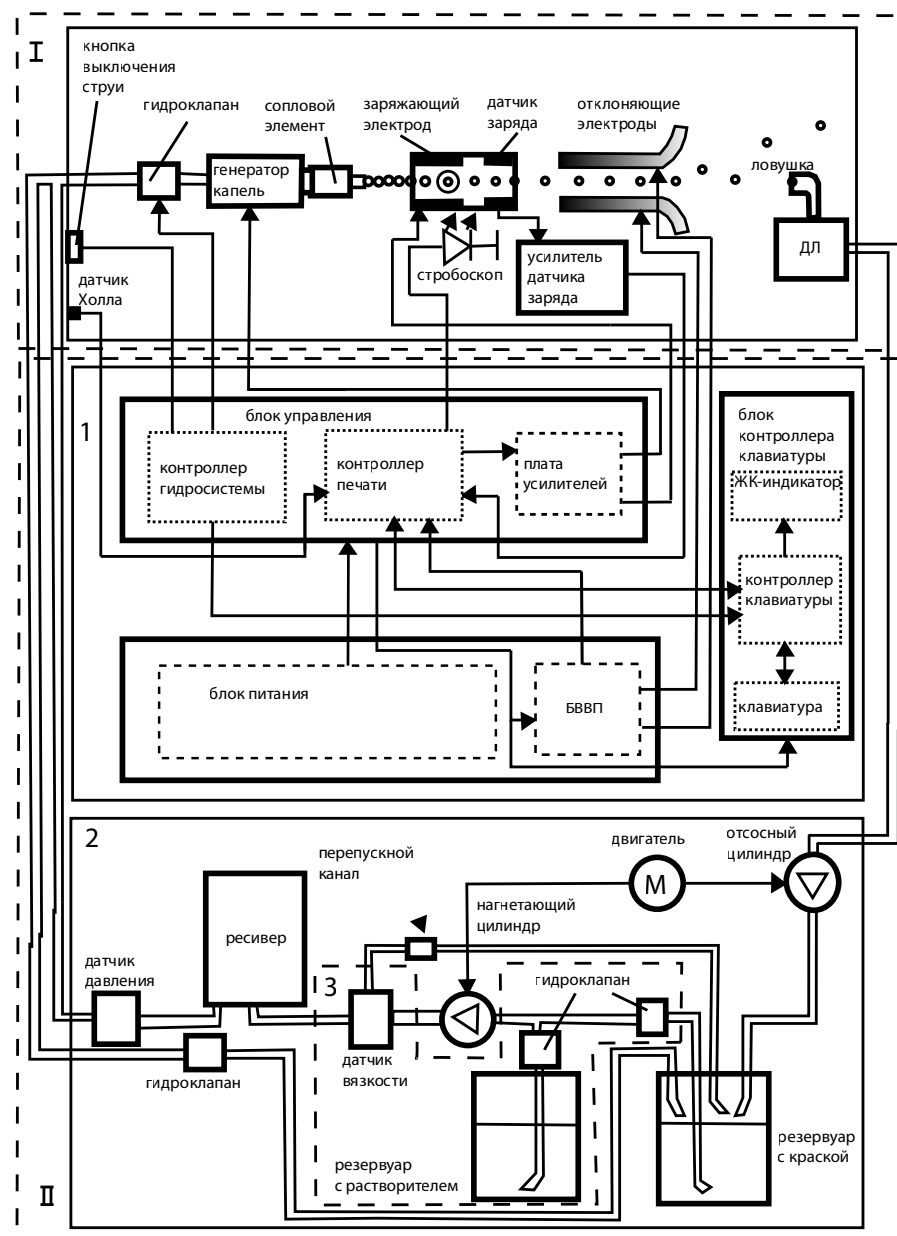

Рис. 2. Функциональная схема маркиратора
На рис. 2 приведена функциональная схема электрокапельструйного маркиратора. Он состоит из двух основных частей: печатающей головки (I) и устройства управления (II). Устройство управления функционально и конструктивно разделено на отсек системы подачи и отсоса жидкости (2) и отсек системы управления и питания (1).